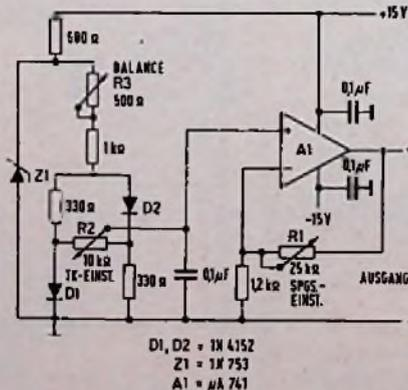

Bild 4. Schaltung einer Referenzspannungsquelle mit TK-Einstellung
Als Quelle (siehe dazu Bild 4) empfiehlt sich eine Schaltung, die es zuläßt, nicht nur die Ausgangsspannung mit dem Potentiometer R1 zwischen 0,7 und 13 V, sondern auch unabhängig davon den Temperaturkoeffizienten (TK) mit dem Potentiometer R2 zwischen $-0,3$ und $+0,3\%/^\circ\text{C}$ kontinuierlich einzustellen. Wenn man mit kleineren Bereichen auskommt, dann ist es möglich, R1 und R2 in Potentiometer und Festwiderstand aufzuteilen. Durch Verwendung von Mehrgang-Potentiometern ist eine hohe Einstell-Auflösung zu erreichen. Zum Justieren muß das Gerät der als Bezug dienenden Umgebungstemperatur ausgesetzt sein. Zunächst R1 und R2 auf Mitte drehen und R3 so lange verändern, bis die Spannung über R2 auf Null sinkt. Dann mit R1 die verlangte Ausgangsspannung und schließlich mit R2 den aufgabenbedingten TK einstellen. Wer sich von der einwandfreien Funktion überzeugen will, kann durch Erwärmen und Kühlen des Gerätes prüfen, ob die Werte den angegebenen Temperaturgang haben. Alle Widerstände und Halbleiter müssen thermisch gekoppelt sein, damit sie Änderungen der Umgebungstemperatur gleichmäßig folgen. Die Schaltung eignet sich auch für negative Ausgangsspannungen, wenn man die Dioden und die Speisespannung — außer für den Operationsverstärker A1 — umpolt. Als Operationsverstärker kommen die meisten handelsüblichen Ausführungen in Betracht. Ihnen läßt sich ein Ausgangsstrom bis zu 10 mA entnehmen. Für größere Ströme ist dem Operationsverstärker ein Leistungstransistor (npn bei positiver, pnp bei negativer Ausgangsspannung) als Emitterfolger nachzuschalten, und